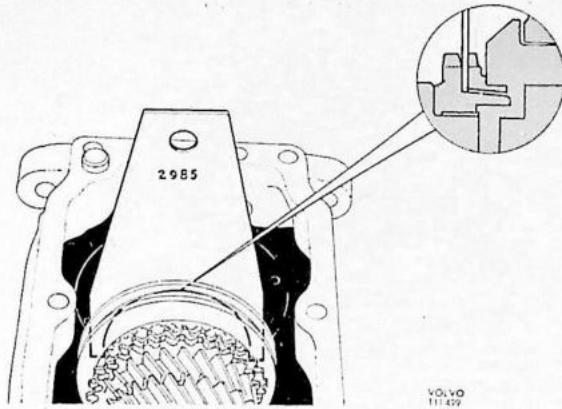

Fig. 1 Steunplaat voor hoofdas.
4. Plaats steunplaat 999 2985 tussen de ingaande as en de voorste synchronesh volgens fig. 1. Verwijder het lager van de hoofdas (999 2828).